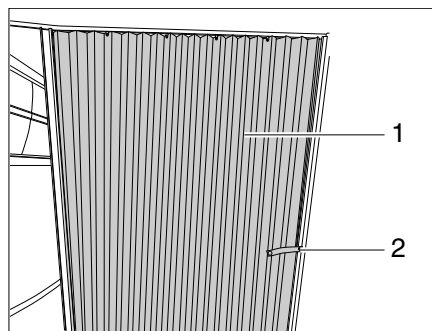

Fig. 77 Rideau pliant
- Détacher la bande de sécurité (Fig. 77,2).
- Tirer le rideau pliant (Fig. 77,1) en position de fermeture.
- Amener le rideau pliant (Fig. 77,1) dans la position d'ouverture.
- Fixer le rideau pliant avec la bande de sécurité (Fig. 77,2).